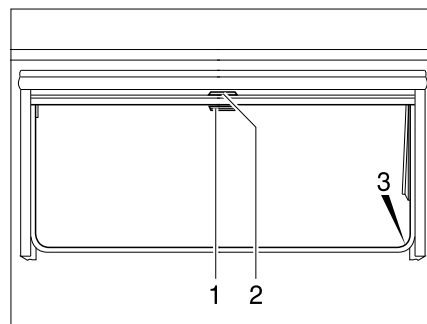

Bild 39 Ausstellfenster
- Verdunklungsrollo am Griff (Bild 39,2) nach unten ziehen. Wenn das Verdunklungsrollo ganz geschlossen wird, das Verdunklungsrollo auf beiden Seiten am Fensterrahmen in die Arretierung (Bild 39,3) einhängen.
- Wenn das Verdunklungsrollo vollständig geschlossen ist: Den Griff (Bild 39,2) nach unten drücken und den Griff dabei leicht nach innen ziehen. Das Verdunklungsrollo aus den Arretierungen links und rechts am Fensterrahmen aushängen.
- Wenn sich das Verdunklungsrollo in Zwischenposition befindet: Den Griff (Bild 39,2) leicht nach unten ziehen, bis sich die Arretierung gelöst hat.
- Insektenschutzrollo am Griff (Bild 39,1) nach unten ziehen und auf beiden Seiten am Fensterrahmen in die Arretierung (Bild 39,3) einhängen.
- Griff (Bild 39,1) nach unten drücken und den Griff dabei leicht nach innen ziehen. Das Insektenschutzrollo aus den Arretierungen links und rechts am Fensterrahmen aushängen.